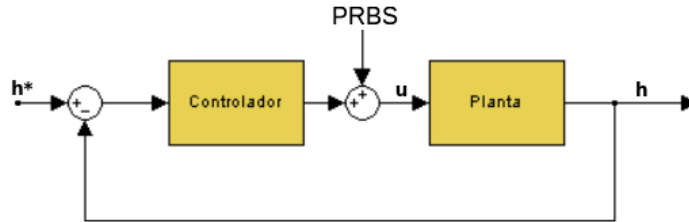

Figura 1: Esquema de control utilizado para la identificación de los modelos lineales.
2. Para cada rango se utilizara un señal PRBS como perturbación (ver figura 1) de forma de obtener una respuesta lo más representativa del comportamiento de la planta en cada rango. Recuperar la medición de entrada u y salida h en cada rango (3 mediciones distintas).